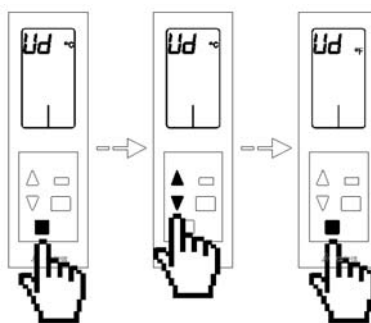

Fig. 109
- **Unidades de medida do sistema.** Ud. Neste menu podemos definir a unidade de medida do sistema, podendo escolher entre graus Celsius °C ou graus Fahrenheit °F. Para alterar o valor toque no botão de confirmação , o valor configurado ficará a piscar, indicando que pode modificar o valor. Utilize as setas   para seleccionar o valor. Uma vez seleccionado o valor desejado toque no botão de confirmação . Se deseja sair do menu toque no botón sair  para voltar ao menu anterior. (Fig. 109)